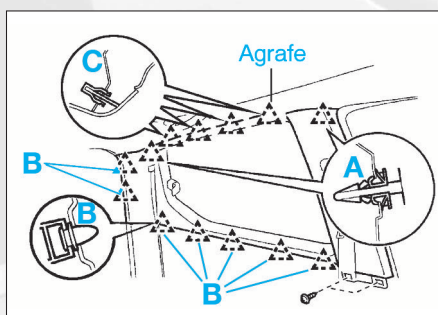

FIG. 78
- Extraire les garnitures gauche et droite supérieures de custodes (Fig.78).